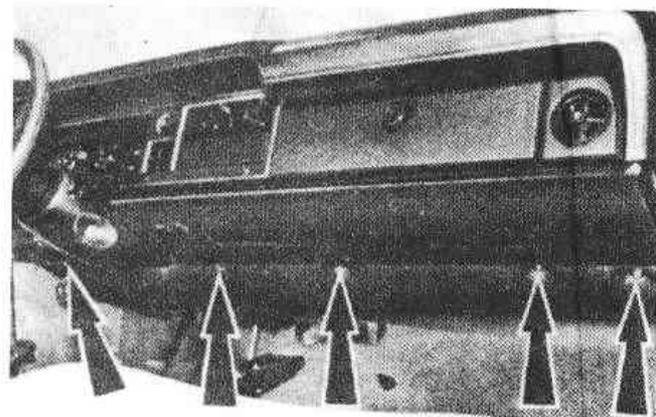

Рис.9.29. Расположение винтов крепления нижней декоративной панели щитка приборов (Разд.16)
2. Выверните пять винтов и снимите нижнюю декоративную панель приборного щитка (Рис.9.29).
- Выверните пять винтов и снимите нижнюю декоративную панель приборного щитка (Рис.9.29).